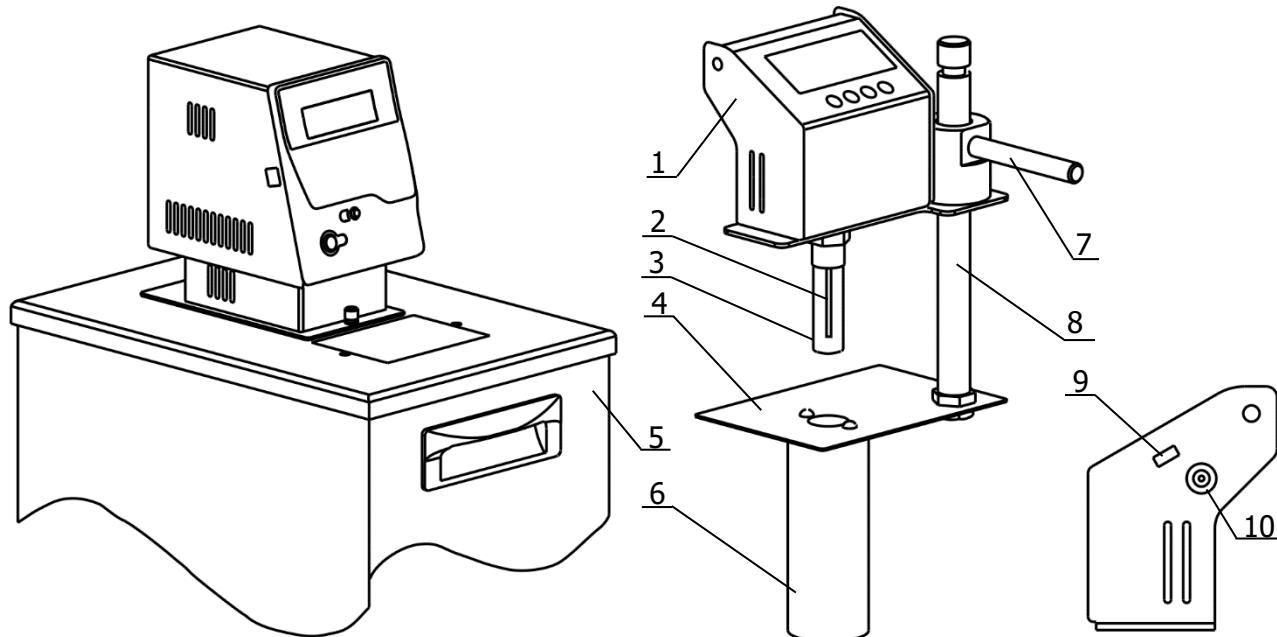

Рисунок 1 — Внешний вид установки
1.5.1 Установка состоит из электронного блока 1 (рисунок 1), перемещающегося с помощью рукоятки 7 вдоль штанги 8, установленной на основании 4. В нижней части электронного блока расположен датчик температуры 2. Виала 3 с раствором испытуемого вещества фиксируется резьбовым соединением так, чтобы датчик оказался внутри ее. Основание 4 устанавливается в отверстие ванны криостата 5. В нижнем положении электронного блока 1 виала 3 входит внутрь охлаждаемого стакана 6, установленного в нижней части основания 4. На правой стенке электронного блока расположены разъем miniUSB 9 и разъем питания 10 (12В, 0.25А,  $\text{C}^+$ ).
2.2.5 Подключить сетевой адаптер из комплекта поставки к разъему 10 (рисунок 1) на боковой стенке электронного блока и включить его в сеть.
! Перед выполнением измерения должен быть выполнен п. 2.2, криостат должен выйти на установленную температуру. Охлаждаемый стакан 6 (рисунок 1), установленный в ванне криостата должен быть чистым и сухим.